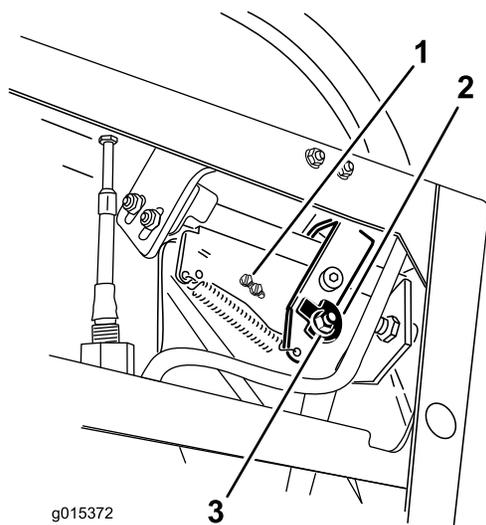
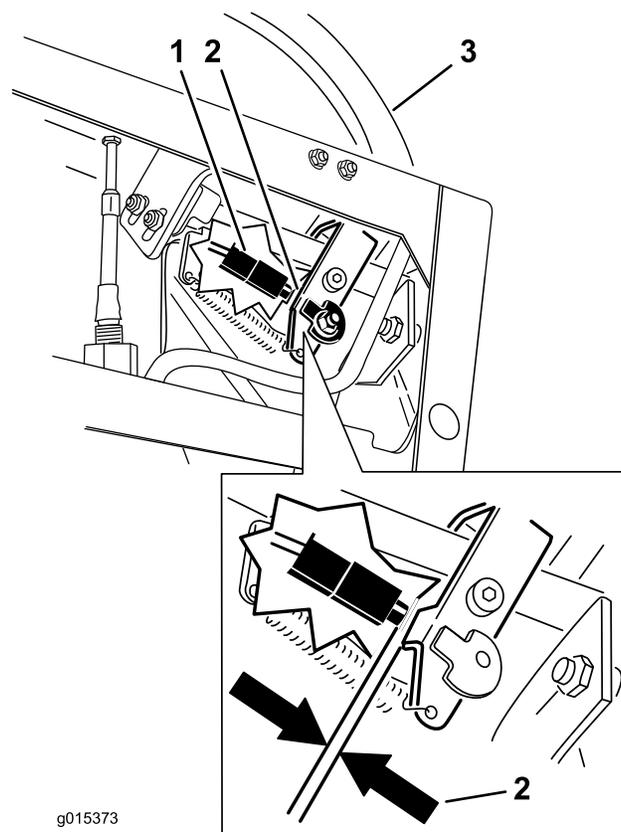

Figura 72
Figura 73
7. Afloje la tuerca y el perno que sujetan la leva (Figura 72).
10. Compruebe la distancia entre la palanca de control y el interruptor, según se muestra en Figura 73. La distancia debe ser de 3 mm (1/8 pulgada) con la palanca de control de movimiento derecha en la posición de punto muerto sin bloquear.
11. Si es necesario, afloje los tornillos que sujetan el interruptor, y ajuste el interruptor (Figura 72 y Figura 73).